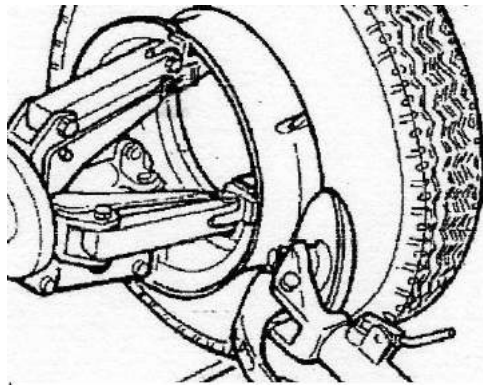

Рисунок 29
- Поверните устройство отжима борта и одновременно переместите диск ближе к шине, следуя контуру разъёмного кольца, пока второй борт не высвободится полностью (примечание: нанесите смазку, осуществляя эту операцию). Продолжайте перемещать диск вперёд, пока с обода не будет демонтирована половина шины (см. Рисунок 29).